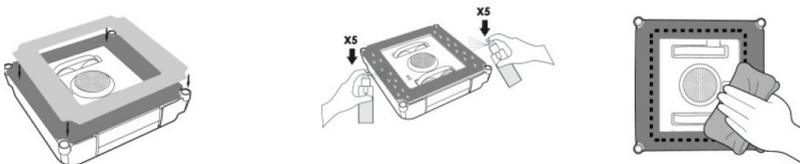

Abb. 4
- Befestigen Sie das Reinigungspad richtig an den Nylonstreifen an der Unterseite des Reinigungsroboters. Achten Sie darauf, dass das Reinigungspad nicht die Laufflächen oder Kantensensoren abdeckt (siehe Abb. 4).
- Sprühen Sie fünfmal Reinigungslösung auf das Reinigungspad und wischen Sie den Boden des Reinigungsroboters nach dem Sprühen ab, wie in Abb. 4 gezeigt.